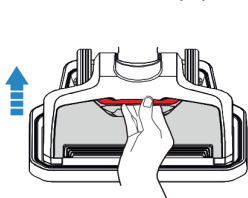

Fig. 34
- Para retirar a tampa, coloque os dedos na posição ilustrada na Fig. 34 e abra-a.